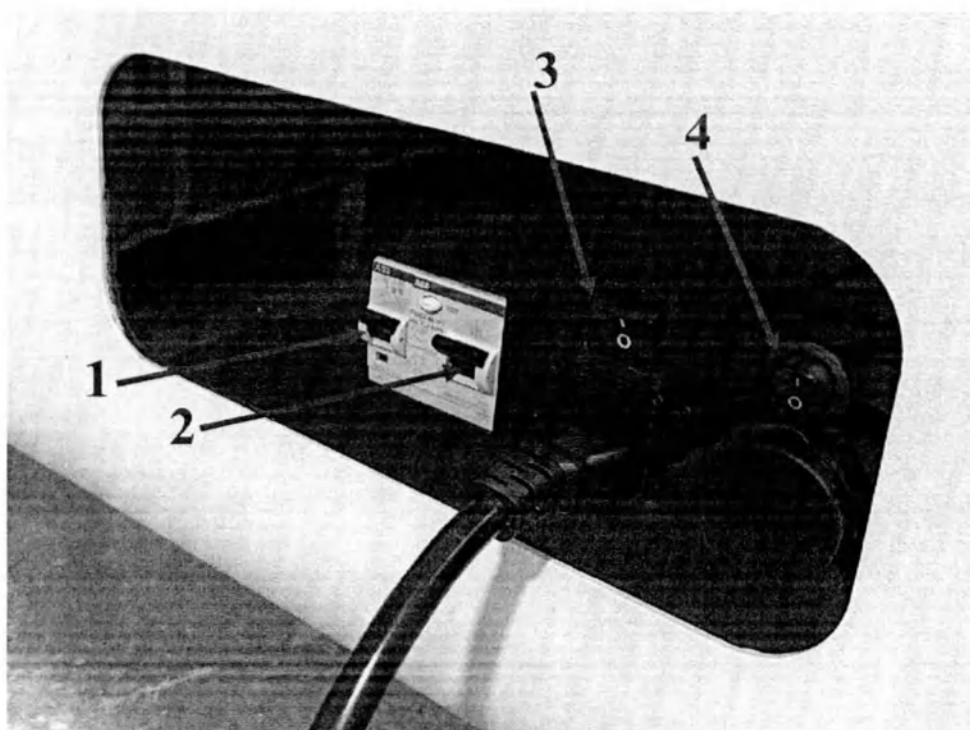

Рисунок 4 Переключатели
9.1.3 Производится включение системы при помощи переключателя автоматического выключателя (1), переключателя устройства защитного отключения(2), главного переключателя системы(3), переключателя режима управления системы для работы с планшетом(4) (рисунок 4). Примечание: при включении 1,2,3 переключателей - система готова к работе с пультом управления. При включении 1,2,3,4 переключателей - система готова к работе с планшетом.
9.2.2 Оператор включает установку с помощью следующих переключателей: переключатель автоматического выключателя, переключатель устройства защитного отключения, главный переключатель системы. (рисунок 4).